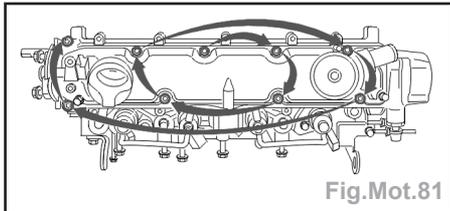

Fig.Mot.81
- Serrer progressivement et en spirale les vis du couvre-culasse en commençant par l'intérieur; serrage à 1 daN.m (Fig. Mot.81).